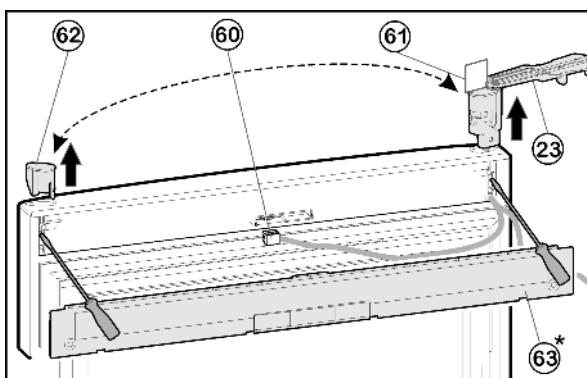

Fig. 20
- ▶ С помощью отвёртки выведите из зацепления крышку Fig. 20 (63) на дверце.
- ▶ Отсоедините разъем Fig. 20 (60).
- ▶ На верхней дверце поверните опорный кронштейн Fig. 20 (23) наружу параллельно краю дверцы.
- ▶ При помощи отвертки вытолкните опорный кронштейн Fig. 20 (23) снизу и снимите с двери вместе с кабелем.
- ▶ Извлеките пробку Fig. 20 (62) снизу при помощи отвертки и вставьте на другой стороне.
- ▶ Проденьте кабель опорного кронштейна Fig. 20 (23) на противоположной стороне и установите опорный кронштейн.
- ▶ Снимите шаблон Fig. 20 (61) и закрепите на опорном кронштейне.
- ▶ Вставьте разъем Fig. 20 (60).
- ▶ Зафиксируйте крышку Fig. 20 (63) на дверце.